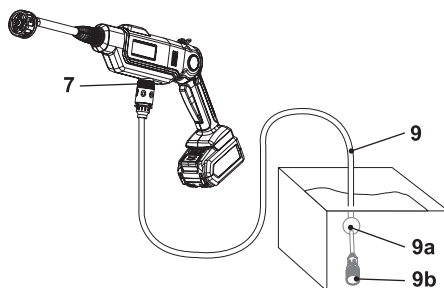

Fig. 7
1. Coloque uma extremidade da mangueira de água (9) no adaptador de entrada de água (7) e, em seguida, mantenha a outra extremidade com a esfera flutuante (9a) na fonte de água (Fig. 7).